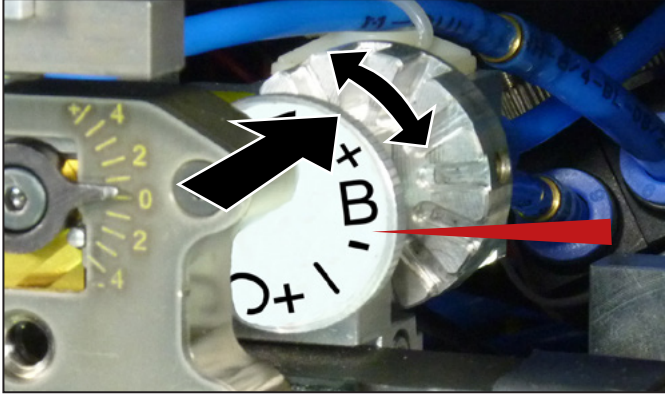

Figura 5.4 Ajuste do dispositivo de libertação (definição: B)
- Pressionar a roda de ajuste para trás e rodar de modo que o valor pretendido fique na posição marcada (ver Figura 5.4).